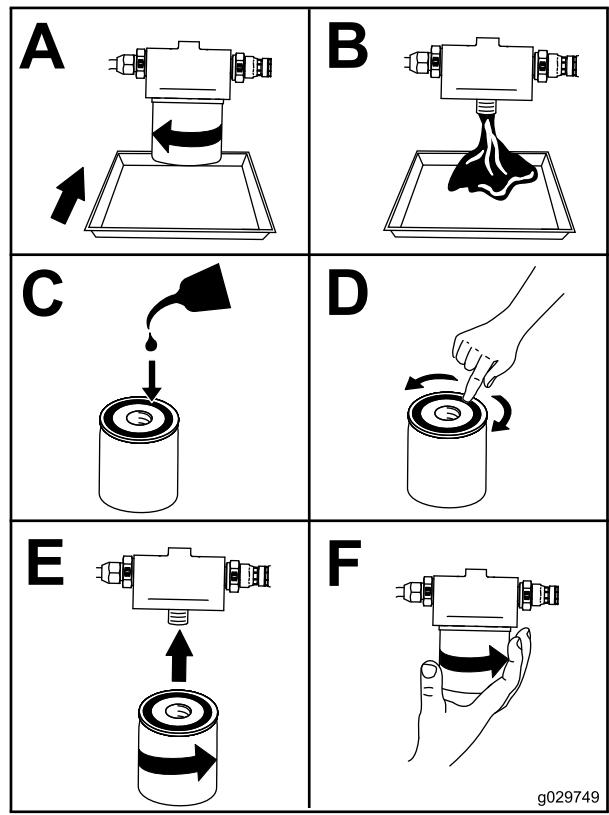

Figure 46
6. Remplacez le filtre à huile (Figure 46).